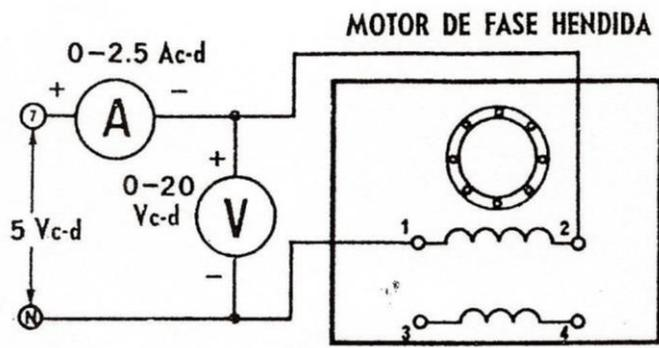

Figura 1
6. Conecte el circuito de la figura 1, utilizando los Módulos EMS de fuente de alimentación, medición de c-d y motor de fase hendida.